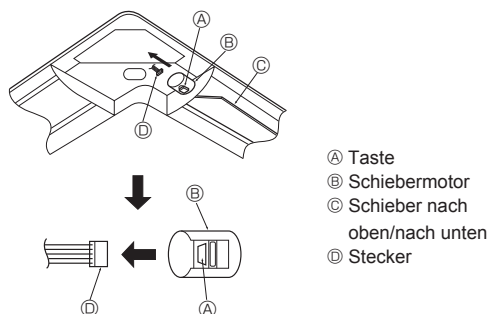

Fig. 6-11
- Die Hauptkabel CN4Y(weiß) und CN6Y(rot) der Eckplatte ⑦ für den i-see sensor seitlich am Elektrokasten des Geräts mit dem Anschluss der Controller-Karte verbinden.
- Die Kabel der Eckplatte ⑦ für den i-see sensor werden mit dem Befestigungsteil ④ straff an der Lamelle des Gitters befestigt
- Die Hauptkabel werden mit den Hauptkabeln der Anlage gebündelt und mit 2 des Befestigungsteils ④ straff befestigt.
- * Die Eckplatte für den i-see sensor wird an Gitter ① mit Schraube ⑥ befestigt.
6.7. Verriegelung der Richtung des Luftstroms nach oben/nach unten (Fig. 6-11)